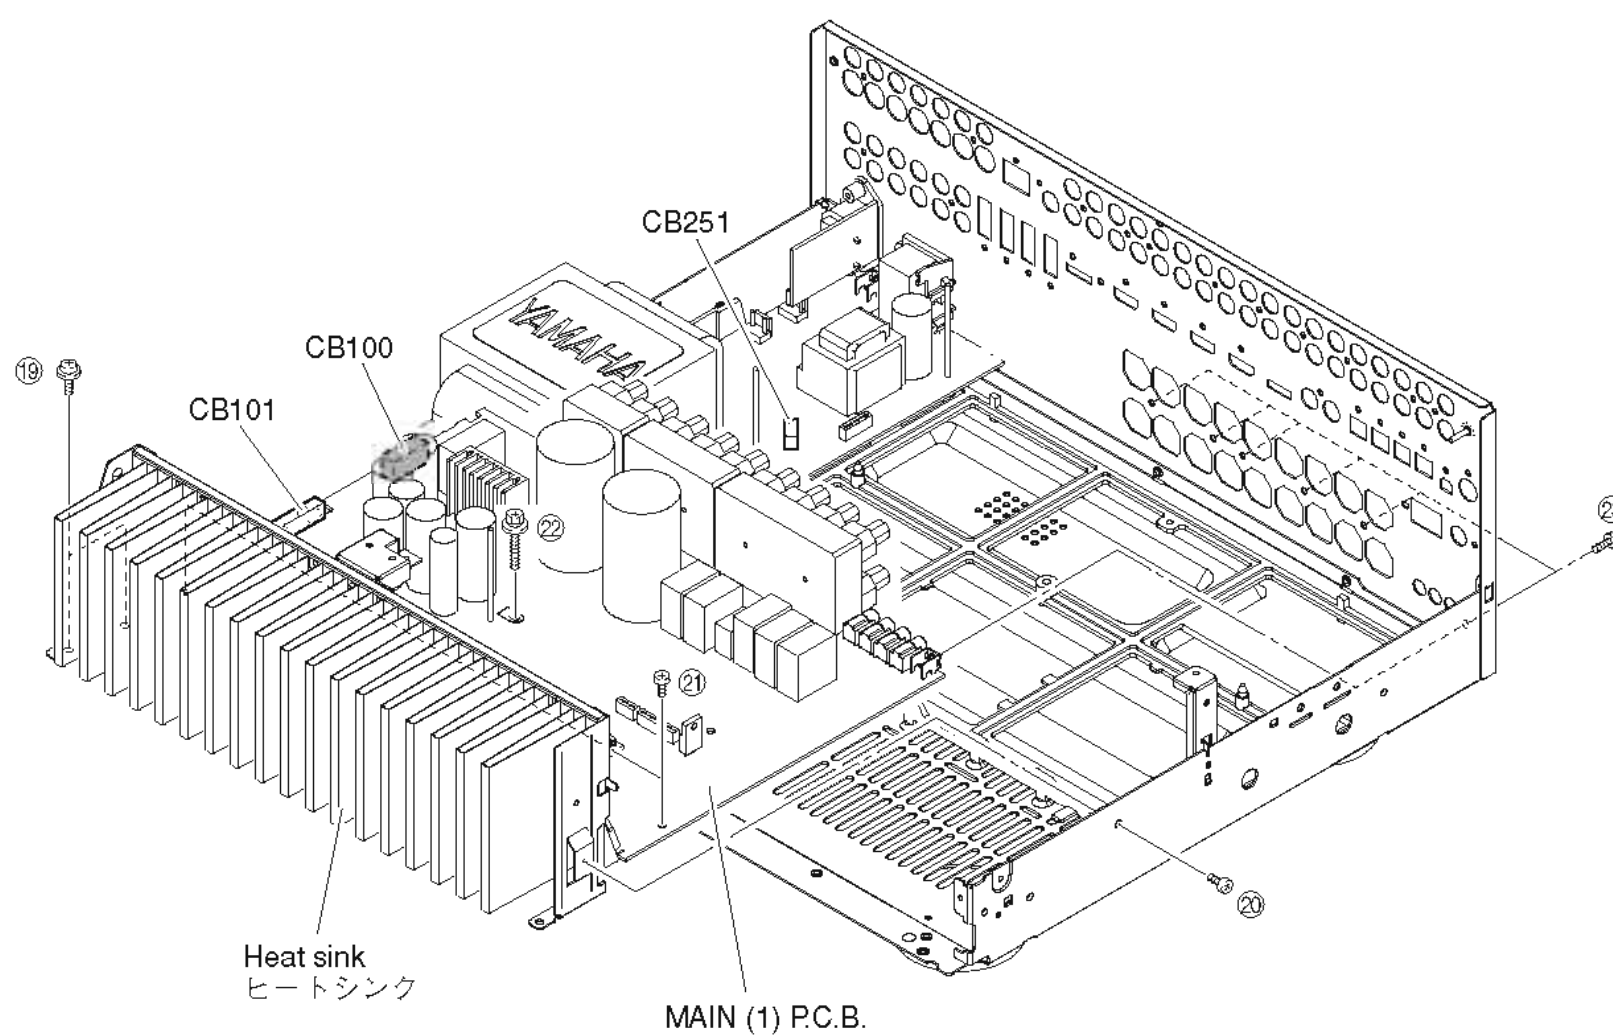

Fig. 9
- Remove 2 screws (19), screw (20), 2 screws (21) and screw (22). (Fig. 9)
- Remove 6 screws (23). (Fig. 9)
- Remove CB100, CB101 and CB251. (Fig. 9)
- Remove the MAIN (1) and (2) P.C.B.s together with heat sink. (Fig. 9)
- ⑱のネジ2本、⑳のネジ1本、㉑のネジ2本、㉒のネジ1本を外します。(Fig. 9)
- ㉓のネジ6本を外します。(Fig. 9)
- CB100、CB101、CB251を外します。(Fig. 9)
- MAIN(1)、(2)P.C.B.をヒートシンクと一緒に取り外します。(Fig. 9)